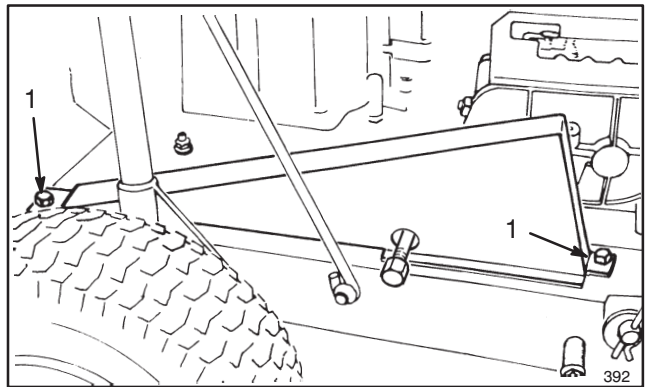

Figure 21
1. Retirer les deux vis de fixation du carter de chaîne au châssis de la machine, et déposer le carter de chaîne (Fig. 21).